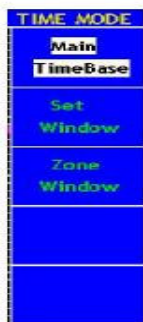

Рисунок 5.18.1 Меню горизонтальных настроек
- 3 Нажатие кнопки **HORIZONTAL MENU** отображает на дисплее меню горизонтальных настроек (см. рис. 5.18.1).